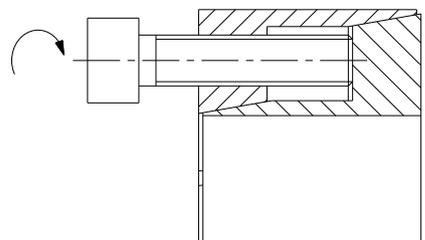

Bild 5: Lösen des Spannsatzes KTR 105
- Spannschrauben in die Abdrückgewinde des Innenringes (Bauteil 2) einschrauben (siehe Bild 5).